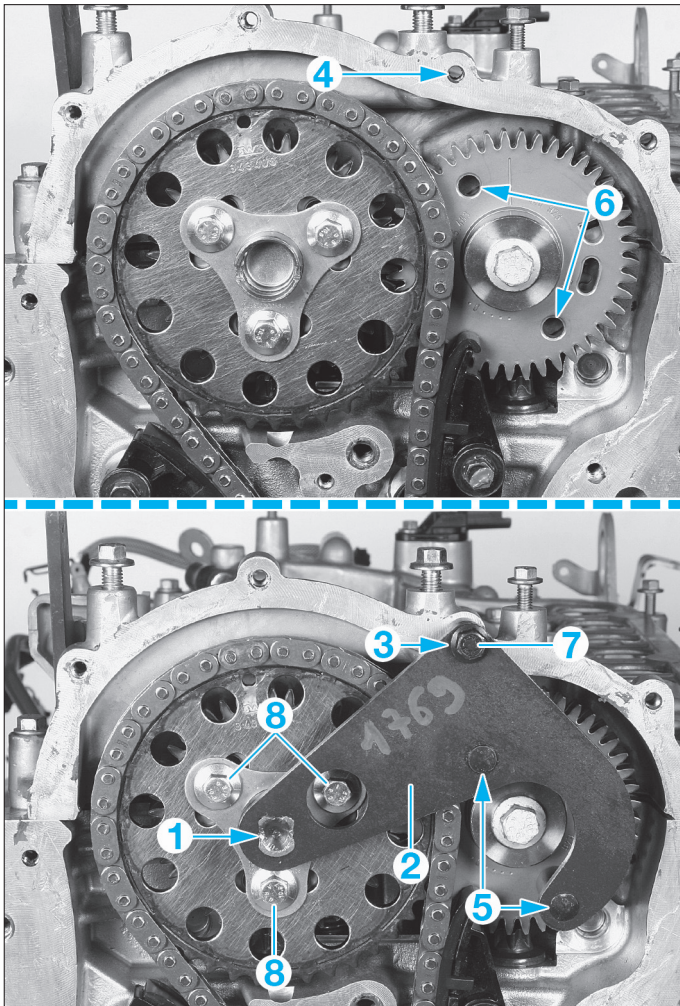

FIG. 26
- Engager la clavette (1) de l'outil (2) dans la rainure de l'arbre à cames d'échappement (fig. 26).
- Pivoter l'outil (2) afin d'aligner l'entretoise (3) avec le trou (4).